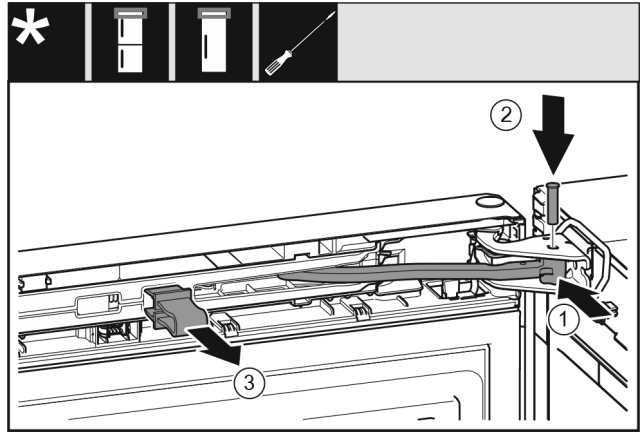

Fig. 26
- ▶ Käännä nivel laakeripukkiin. Fig. 26 (1)
- ▶ Aseta pultti laakeripukkiin ja niveleen. Varmista tällöin, että lukitusnokka on urassa oikein. Fig. 26 (2)
- ▶ Poista varmistin. Fig. 26 (3)